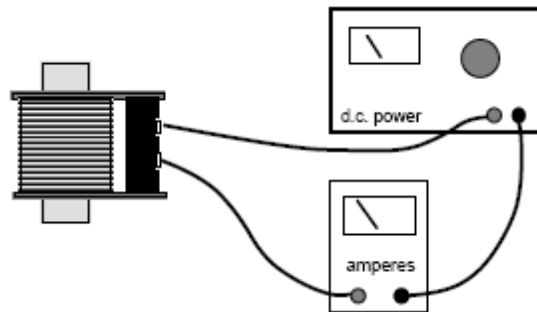

Figura 4
- Introducir el núcleo de metal en barra del Kit de bobinas SF-8617 en el centro de la bobina de 400 vueltas, como se muestra en la figura 4. Vea que sucede con el campo magnético, si se incrementa o se reduce.